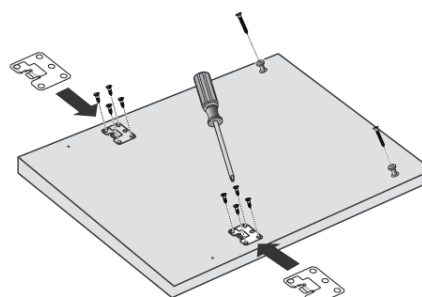

Figure 15
- 1) Installez le crochet et les brides sur la porte décorative, consultez la Figure 15.